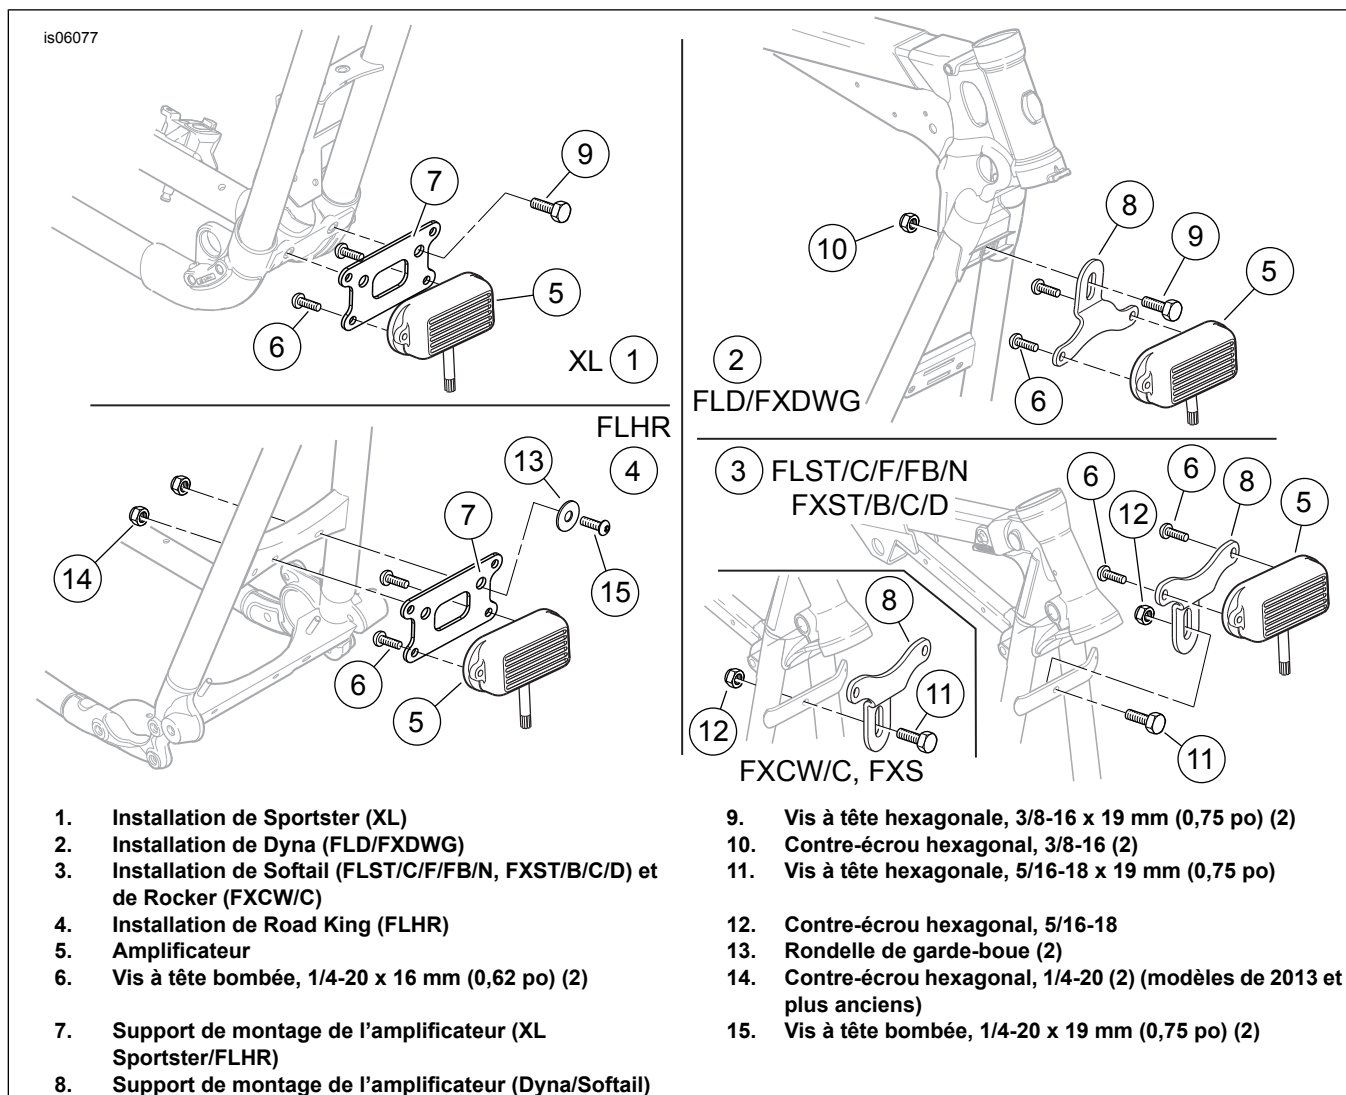

Figure 1. Installation de l'amplificateur et du support
2. Voir Figure 1. Installer l'amplificateur (5, portion de l'ensemble de faisceau de fils) sur le support avec les vis (6) et serrer à un couple de 7,4 N·m (65 in-lbs).
4. Voir Figure 1. Installer l'amplificateur et le support sur la traverse de cadre entre les tubes descendants avant tel qu'illustré.